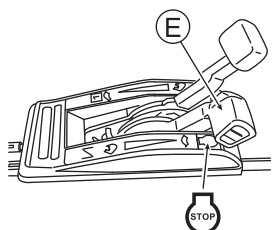

Fig. 21
6. Pour interrompre la tonte à mi-chemin ou pour finir la tonte, remettez le levier d'embrayage (B) et le levier d'embrayage de la lame (C) en position initiale, puis placez la manette des gaz (E) en position "STOP" pour arrêter le moteur. (Voir Fig. 21)